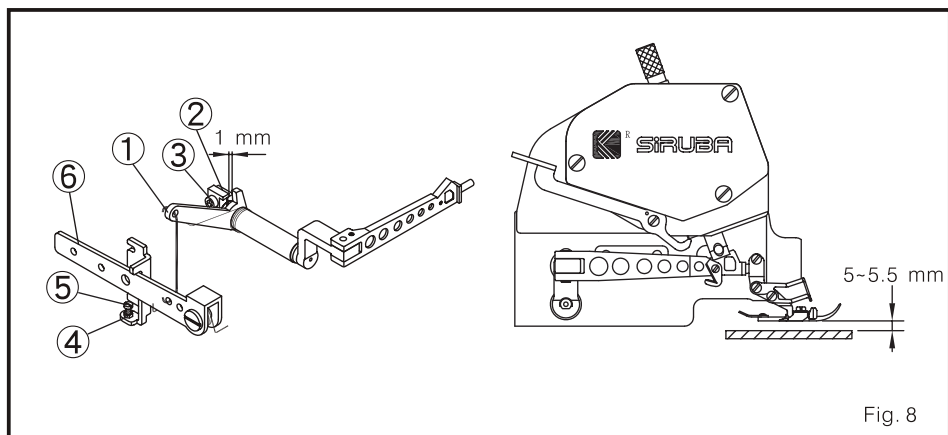

Fig. 8
2. ajuste a quantidade de ascensão do pé apertapanos (Fig. 8)